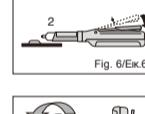

Fig. 6/Eik.6
2) Der Dosierschieber kann sowohl vorne, als auch nach hinten geschoben werden um die Menge des herauszudrückenden Materials zu verändern. (Fig. 6)
2) De plastic vingergrif kunt u voorwaarts of achterwaarts bewegen om zo de hoeveelheid te extruderen materiaal te veranderen. (Fig. 6)
2) Fingergræber kan flyttes fremad eller tilbage alt efter mængden materiale der ønskes. (Fig. 6)